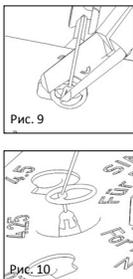

Рис. 10
■ **Рис.10** Если анатомические различия в слуховой косточке требуют расширения купола частичного протеза, это можно легко сделать с помощью конуса. Для этого осторожно прижмите купол к конусу с помощью хирургической иллы или другого микрохирургического инструмента. Рассматривая купол под микроскопом, его можно расширить надлежащим образом.